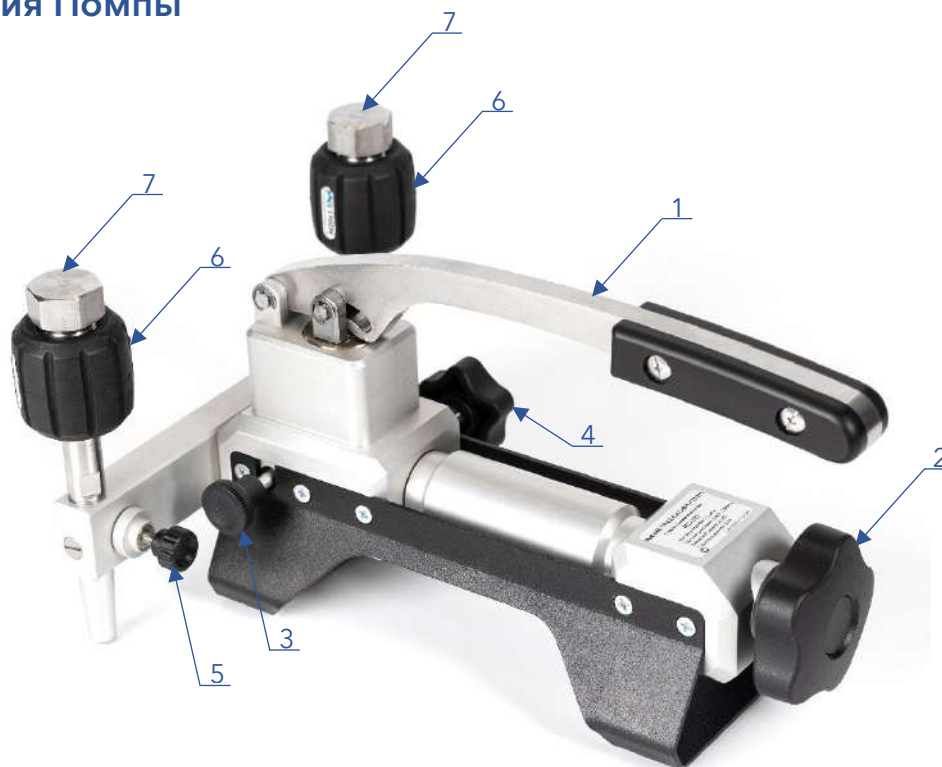

Рисунок 1 – Основные конструктивные элементы Помпы:
При отсоединении рукояти ⑤ (рис. 1) от штока нельзя вращать шток против часовой стрелки – это может привести к постепенным ухудшениям характеристик Помпы.